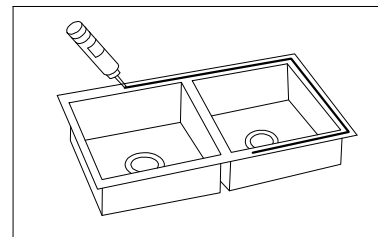

Figure 4
7. Nettoyez la bride de l'évier et le dessous de la zone découpée du comptoir, en veillant à ce que la zone soit lisse et sans graisse. Vous **DEVEZ** utiliser de la silicone pure pour cette installation. Appliquez une bande continue de calfeutrage en silicone sur le dessus de la bride de l'évier. (FIGURE 4) N'effectuez **JAMAIS** cette procédure à l'extérieur et en plein soleil. Si vous procédez à l'installation alors qu'il fait extrêmement chaud et sec, le calfeutrage du cadre de l'évier doit être fait par deux personnes en même temps.